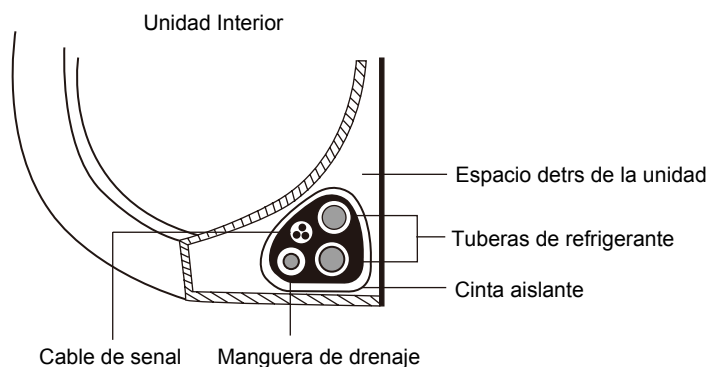

Fig. 4.11
1. Enlaza la manguera de drenaje, los tubos de refrigerante y el cable de señal de acuerdo con la Fig. 4.11.
3. Con cinta aislante, envuelve el cable de señal, los tubos de refrigerante y la manguera de drenaje fuertemente juntos. Verifique que todos los artículos estén agrupados de acuerdo con la Fig. 4.11.